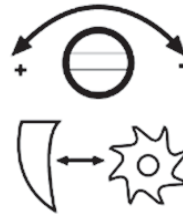

Fig. 8
3. Gire el ajustador de la contracuchilla (5) lentamente en el sentido de las agujas del reloj hasta que oiga ruidos de raspado (Fig. 8 y 9). Saldrán pequeñas virutas de aluminio de los canales de descarga.
4. Gire el anillo de bloqueo (6) hacia la derecha para fijar la posición del ajustador de la contracuchilla (5).